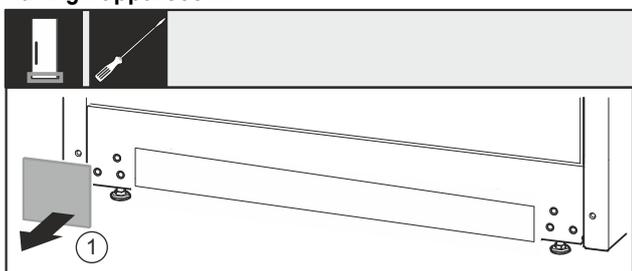

Fig. 35
- ▶ Rimuovere la copertura Fig. 35 (1).